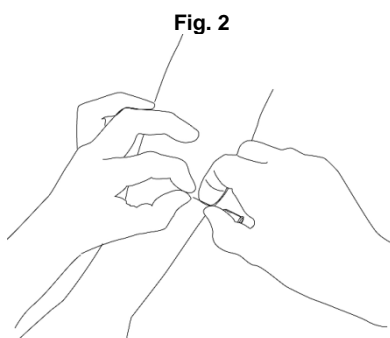
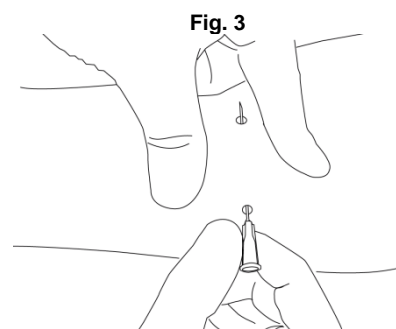

Fig. 2
Fig. 3
2. Neem de introducer canule en breng het in via de cirkelmarkering van de katheter uitgangsoopening (Fig 2) en vervolg door de huid naar de gemarkeerde katheter ingangsoopening (Fig 3). Voorkom het binnendringen van werkelijke markeringen.
2. Tag indføringskanylen og indfør den gennem cirklen, der markerer kateterets udgangshul (Fig. 2) og fortsæt gennem huden til det markerede kateterindgangshul (Fig. 3). Undgå penetrering af aktuelle markeringer.